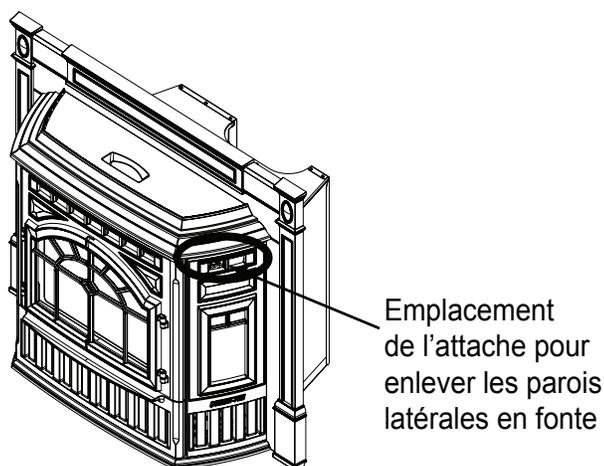

Figure 33.1
1. Une attache est installée au dos de la paroi en fonte, au milieu de son ouverture supérieure **figure 33.1**.